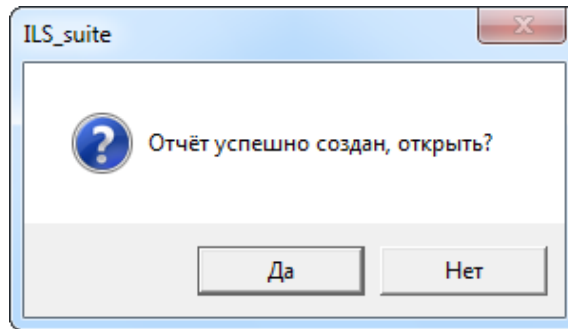

Рис. 13-64 – Сообщение о завершении сохранения отчета в файл
4) После нажатия на кнопку «Сохранить» появится информационное сообщение (рис. 13-64).